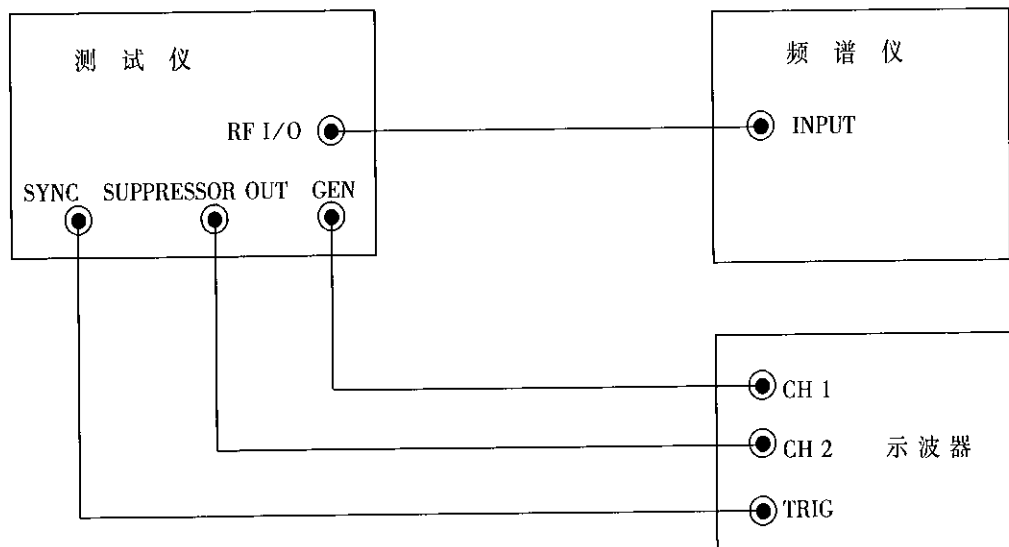

图 7
#### 6.2.10.1 连接仪器 (见图 7)
- a) 连接仪器(见图7)。
- a) 连接仪器(见图 7)。